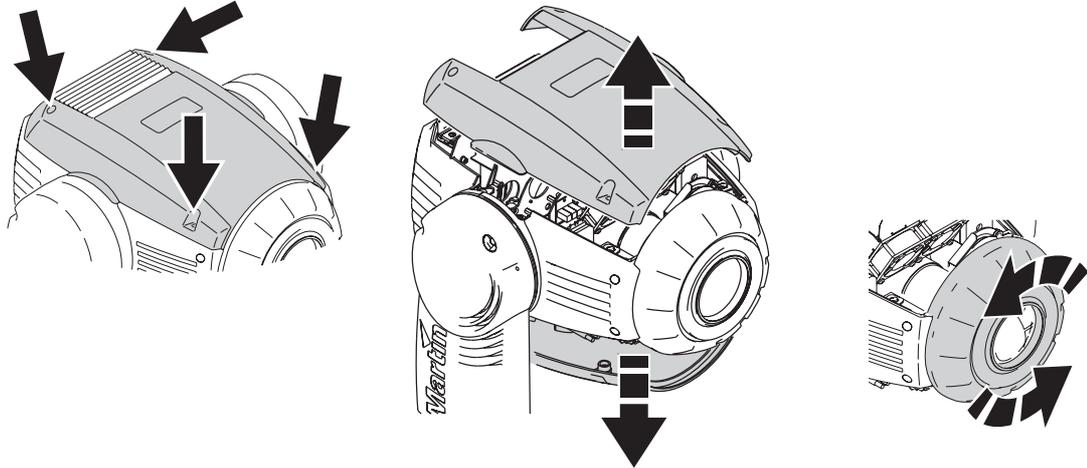

Bild 14: Entfernen beider Kopfabdeckungen und der Frontlinse
3. Entriegeln Sie die Frontlinse durch eine viertel Drehung gegen den Uhrzeigersinn und entfernen Sie die Frontlinse (siehe Bild 14).